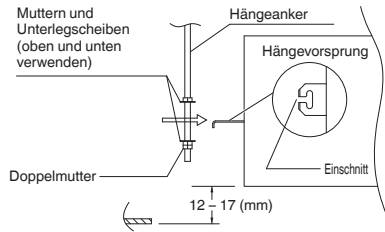

Abb. 3-89
- (3) Die drei Sechskantmutter und die beiden Unterlegscheiben (im Fachhandel erhältlich) auf jeden der vier Hängeanker schrauben, wie in Abbildung 3-89 gezeigt. Je eine Mutter und eine Unterlegscheibe für die obere Seite, und zwei Muttern und eine Unterlegscheibe für die untere Seite verwenden, damit die Einheit nicht von den Hängevorsprüngen abrutschen kann.
- (4) Die Einstellung so vornehmen, dass der Abstand zwischen der Einheit und der Deckenunterkante 12 bis 17 mm beträgt. Die Muttern an der oberen und unteren Seite des Hängevorsprungs festziehen.
- (5) Die Polyethylen-Schutzabdeckungen, die als Transportsicherung verwendet werden, von den betreffenden Teilen abnehmen.
- (6) Mit Messband oder Wasserwaage prüfen.